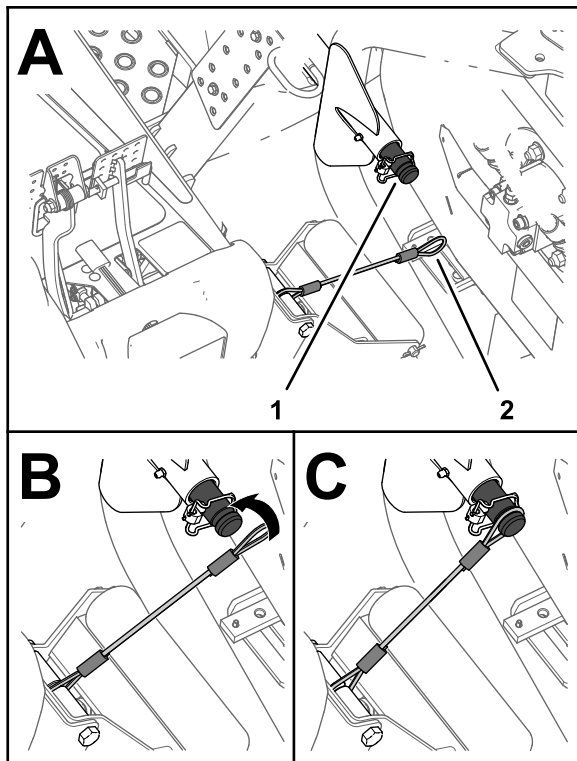

Figura 65
5. Alinee el amarre al eje de tiro del brazo de elevación de la unidad de corte exterior delantera (Figura 65).
6. Deslice el bucle del amarre sobre el eje de tiro hasta que el amarre quede totalmente asentado en la ranura del eje (Figura 65).